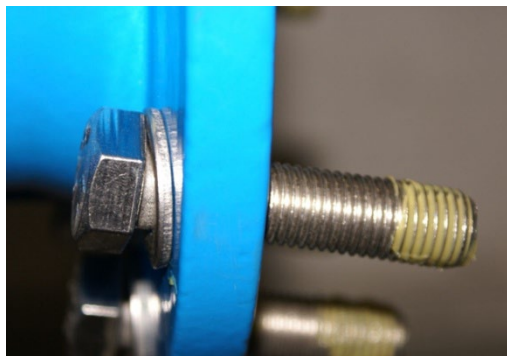

Figura 2
- Applicare del lubrificante approvato (ad es. grasso Klüber VR69-252) su tutti gli elementi del raccordo flangiato che trasmettono forza (viti / dadi come da figura 2).